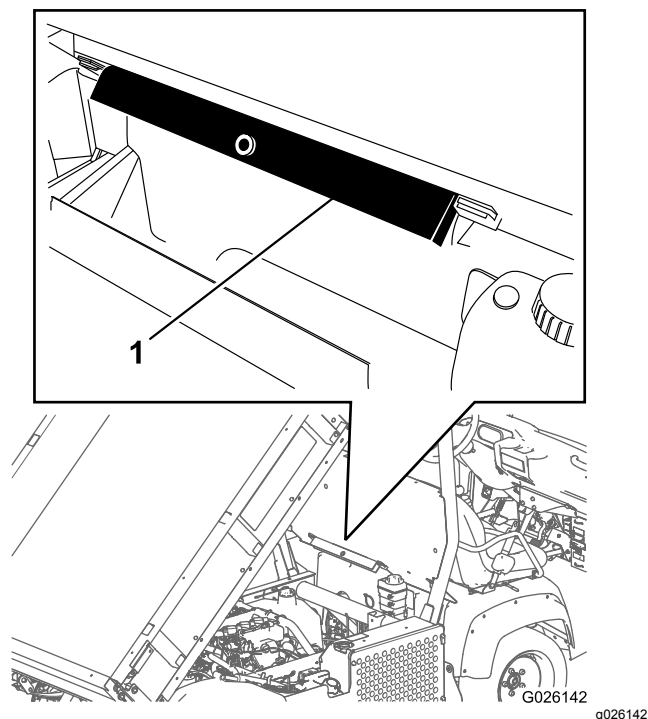

Рисунок 21
2. Выньте опору кузова из кронштейнов для хранения на задней стороне панели конструкции ROPS (Рисунок 21).